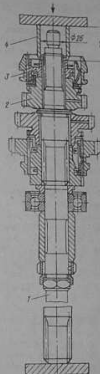

Рис. 84. Наприсовка шестерни 3-й передачи и ступицы синхронизатора автомобиля 2138 на стопорный вал
6. Шестерню 2 (рис. 84) 3-й передачи со ступицей 3 синхронизатора монтировать на вторичный вал 1 на прессе с помощью оправки 4. Запорное кольцо ступицы ставить цапками. При этом кольцо не следует излишне разводить, поскольку деформированное кольцо может вывалиться из проточки вторичного вала в процессе эксплуатации автомобиля.